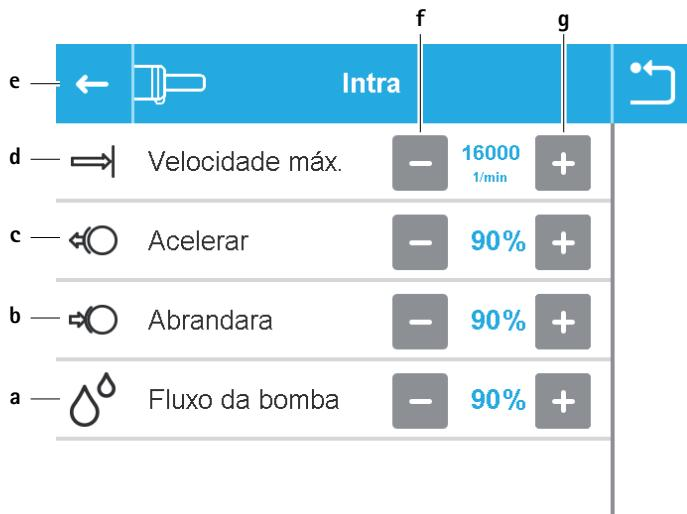

Fig. 10 Configurações do motor – Tipo de unidade de aplicação selecionado
- Mostrar/Alterar configurações do motor de um tipo de unidade de aplicação: Premir botão do tipo de unidade de aplicação **a**. Abre o submenu do tipo de unidade de aplicação selecionado, ver Fig. 10.